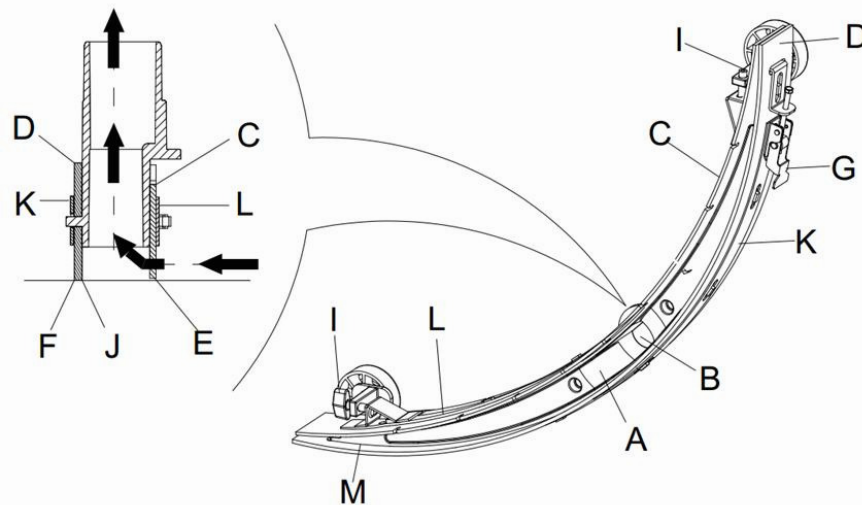
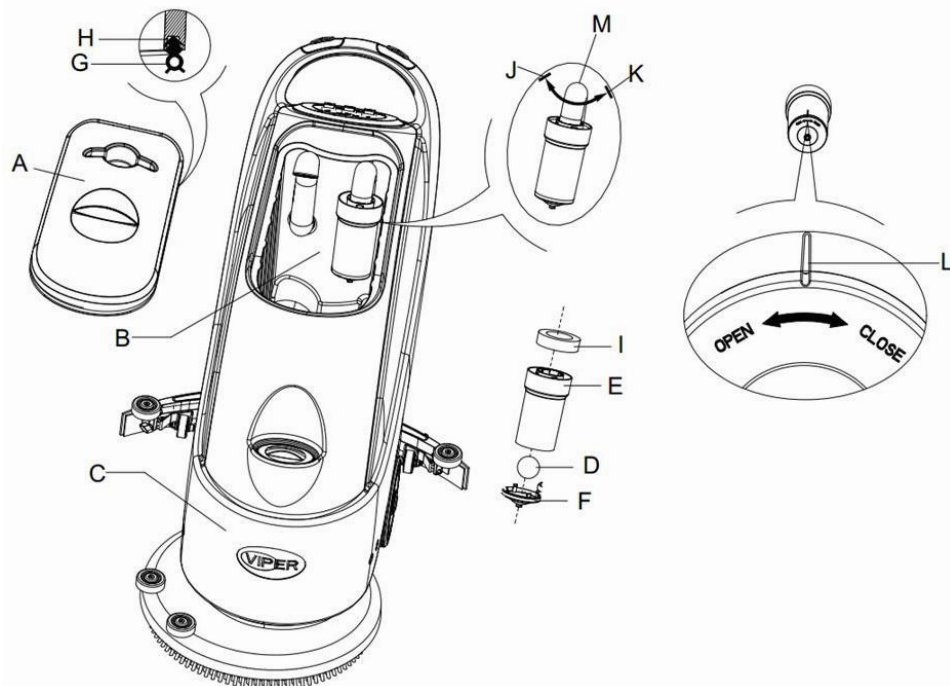

Figura 15
Figura 16
2. Premere l'interruttore (41) in posizione "O" per spegnere l'apparecchio.
3. Svitare il pomo di fissaggio (16) del tergipavimento; staccare il connettore che collega il tubo di drenaggio del tergipavimento, e staccare il tergipavimento.
4. Usare la manopola di sollevamento del tergipavimento (14) per sollevare il telaio di supporto del tergipavimento.
5. Pulire il tergipavimento (Figura 15). Pulire in particolare la scanalatura (A, Figura 15) e rimuovere sporcizia e frammenti dal tubo di aspirazione. Verificare che la lama frontale del tergipavimento (C) e la lama posteriore del tergipavimento (D) siano intatte, e se ci sono bordi incrinati o fessure. Cambiarli se necessario (fare riferimento ai passi nella sezione successiva).
1. Seguire le modalità riportate nella sezione precedente per pulire il tergipavimento (Figura 15).
2. Verificare il bordo (E, Figura 15) della lama frontale del tergipavimento e il bordo (F) della lama posteriore del tergipavimento (D). Lungo l'intera lunghezza, dovrebbero essere allo stesso livello. Altrimenti, regolarne le altezze attraverso la seguente procedura.
- Aprire il gancio (G) per far sì che la lama posteriore (D) si stacchi dal supporto (M) per la regolazione della posizione del tergipavimento. Quindi bloccare di nuovo il gancio.
- Allentare la manopola (I) per regolare la lama anteriore (C); stringerla dopo la regolazione.
3. Verificare se la lama frontale (C) e la lama posteriore del tergipavimento (D) sono intatte e se vi sono incrinature o fessure. Se necessario, cambiarle nel seguente modo. Verificare se il bordo frontale della lama posteriore (J) è usurato. Se usurato, può essere installato capovolto (il bordo superiore deve essere intatto). Se anche il bordo superiore è usurato, sostituirlo seguendo la procedura qui di seguito:
- Allentare il gancio (G) per far sì che la lama di pressione si separi dalla staffa (M), togliere la barra di aggancio (K), quindi cambiare o capovolgere la lama posteriore (D) del tergipavimento. Re-installare la lama posteriore in ordine opposto a quello della rimozione.
- Allentare la manopola (I) e staccare la barra di aggancio (L), quindi cambiare la lama frontale del tergipavimento (C). Re-installare la lama frontale in ordine opposto a quello della rimozione. Dopo aver cambiato la lama (o averla capovolta), regolare il livello delle lame frontale e posteriore seguendo le procedure come descritto sopra.
4. Collegare il tubo di aspirazione (11) al tergipavimento.
5. Installare il tergipavimento e usare la manopola (16) per stringerlo, quindi collegare il tubo di aspirazione al tergipavimento.
6. Se necessario, regolare il tergipavimento per mezzo dell'apposita manopola di regolazione (20). (Far riferimento alle procedure di regolazione del bilanciamento del tergipavimento).
1. Premere l'interruttore (41) in posizione "O" per spegnere l'apparecchio.
2. Aprire il coperchio del serbatoio di raccolta (A, Figura 15), e togliere il galleggiante (36) dal serbatoio di raccolta.
3. Usare acqua pulita per sciacquare il coperchio del serbatoio di raccolta (A), il serbatoio (B e C), e il telaio di supporto del filtro (E). Per mezzo del tubo di drenaggio (16), far uscire l'acqua dal serbatoio di raccolta.
5. Se necessario, seguendo i simboli "Aperto" e "Chiuso" come indicato nella Figura 16, aprire il serbatoio sul fondo (F) del filtro e pulire il galleggiante (D), il telaio di supporto del filtro (E), e il filtro di spugna (I). Dopo la pulizia, fissare il galleggiante al telaio di supporto del filtro (E), e poi allineare la scanalatura (L) del coperchio del fondo (F) del filtro galleggiante con la scanalatura (L) del telaio di supporto del filtro (E). Avvitare strettamente il coperchio (F) del filtro del galleggiante, e fissare il filtro di spugna (I) al telaio di supporto del filtro (E), e quindi al tubo di aspirazione (M).
- Verificare l'efficacia della guarnizione di chiusura (G) del serbatoio di raccolta.
Se necessario, la guarnizione di chiusura del serbatoio di raccolta (G) può essere estratta dalla scanalatura (H) e sostituita. Nell'assemblare un nuovo serbatoio di raccolta, come mostrato nella Figura 16 sotto, installare il connettore nella sezione mediana della parte posteriore.
- Verificare che la superficie di inserimento della guarnizione di chiusura (G) sia intatta e la sigillatura sia efficace.
- Chiudere il coperchio del serbatoio di raccolta (A).